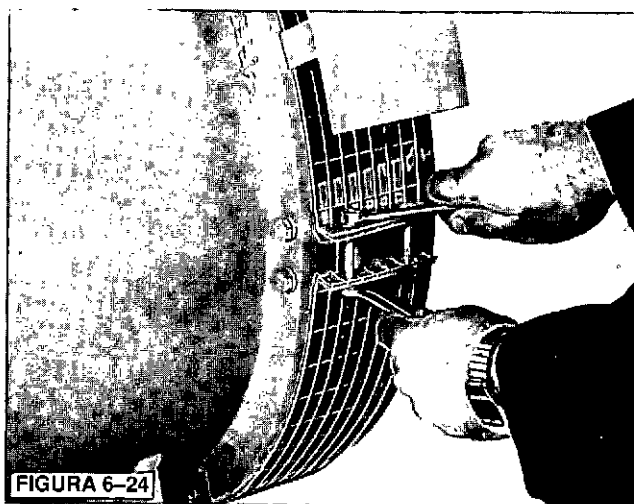

FIGURA 6-24
3. Si el ensamble de pantalla está aun montado, quite los pernos que fijan el ensamble de pantalla al soporte del extremo del impulsor o el adaptador SAE, y quite dicho ensamble de pantalla. (Figura 6-24.) (NOTA: No quite la cubierta de goteo, si el equipo la tiene, del ensamble de pantalla.)